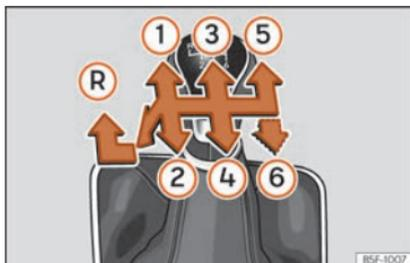

Fig. 140 Esquema de uma caixa de velocidades manual de 5 ou de 6 velocidades.
Na alavanca das mudanças indicam-se as posições das velocidades » **Fig. 140**.
- Com a alavanca das mudanças em ponto morto, pressione-a para baixo, mova-a para a esquerda até ao fim e depois para a frente para selecionar a marcha-a-trás » **Fig. 140** **(R)**.